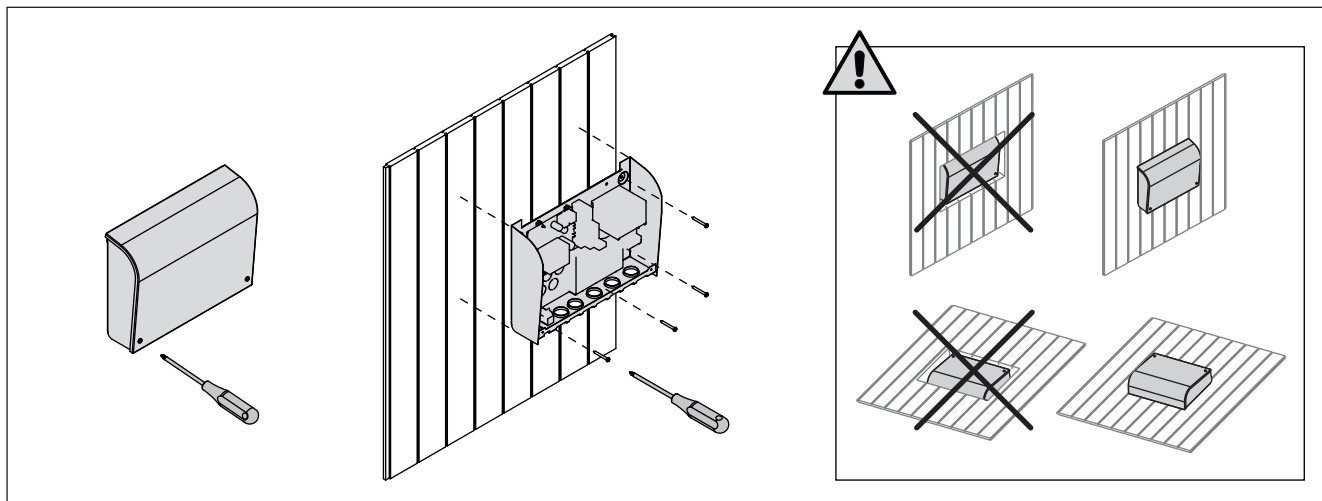

Рисунок 6. Снятие крышки блока питания и его крепление на стене
**Внимание!** Блок питания нельзя встраивать в строительные конструкции, так как это может вызвать его перегрев и привести к поломке. Обеспечьте достаточную вентиляцию помещения, где установлено устройство. Смотрите рисунок 6.